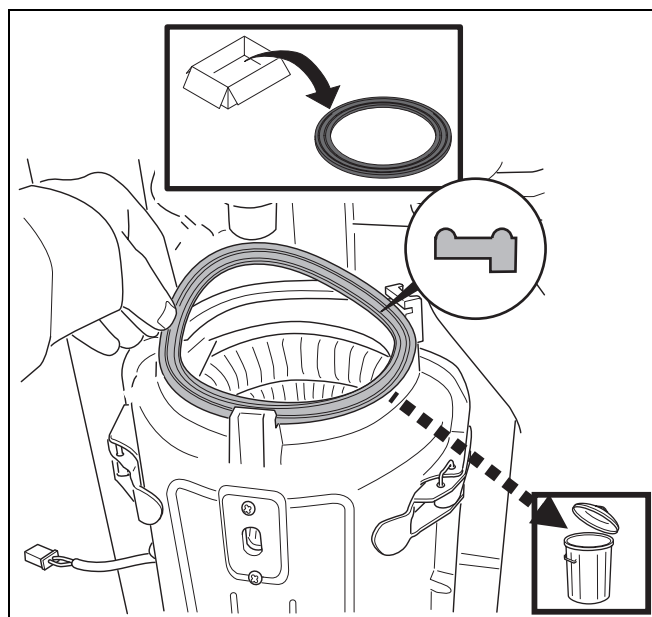

fig. 50 Branderpakking vervangen
- branderpakking (→ fig. 50).
- Verwijder de oude branderpakking (→ fig. 50).